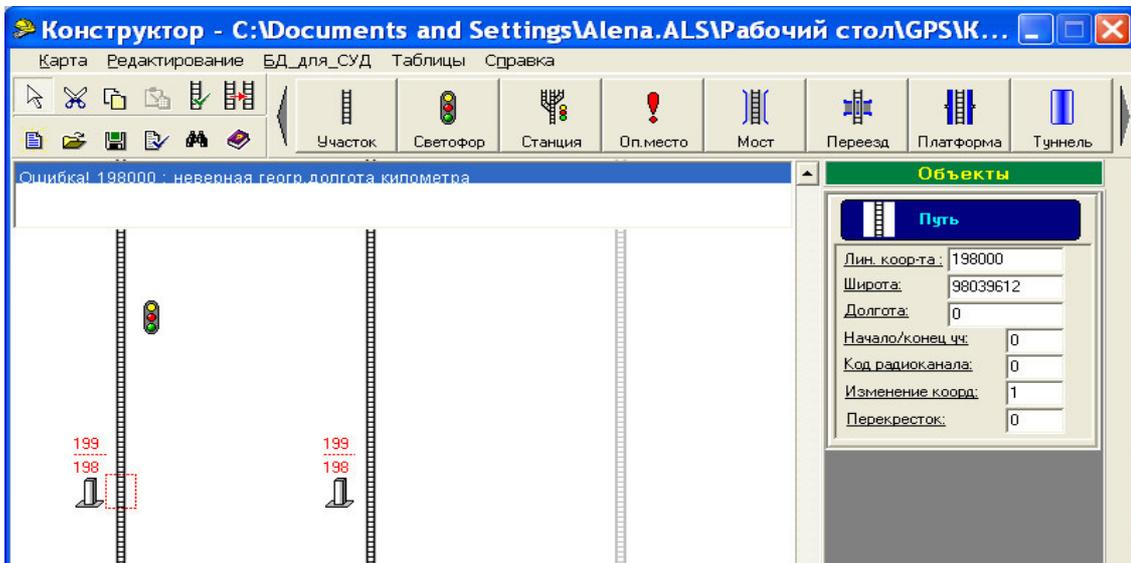

Рисунок 2.65
- отсутствие географической координаты участка (широты и/или долготы) (рисунок 2.65);